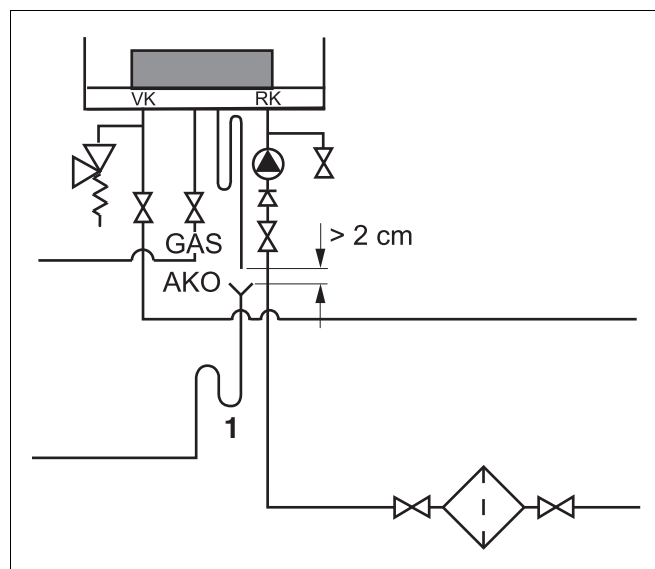
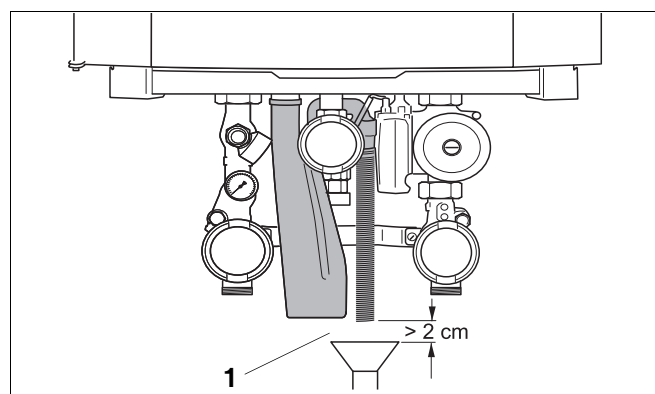

Fig. 20 Tilslutning af vandlåsen
Fig. 21 Kondensatledning
- Tilslut kondensatledningen til vandlåsen (fig. 20, pos. 1 og fig. 21, pos. 1).